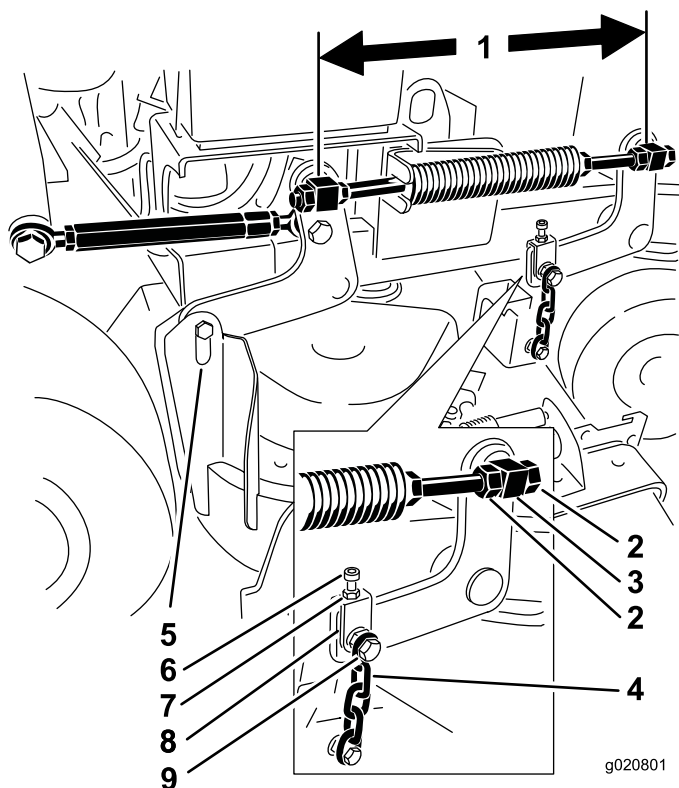

Figura 81
6. Compruebe la distancia entre los pivotes; mida del centro de un pivote al centro del otro (distancia entre centros) en cada varilla roscada. La longitud debe ser de 49.5 cm (19-1/2 pulgadas) para carcasas de corte de 91 cm (36 pulgadas) y de 43.7 cm (17-3/16 pulgadas) para carcasas de corte de 102 cm (40 pulgadas) (Figura 81).
11. Si es necesario ajustarlo, afloje el perno superior de la cadena (Figura 81).
7. Afloje los pernos superiores de las cadenas (Figura 81).